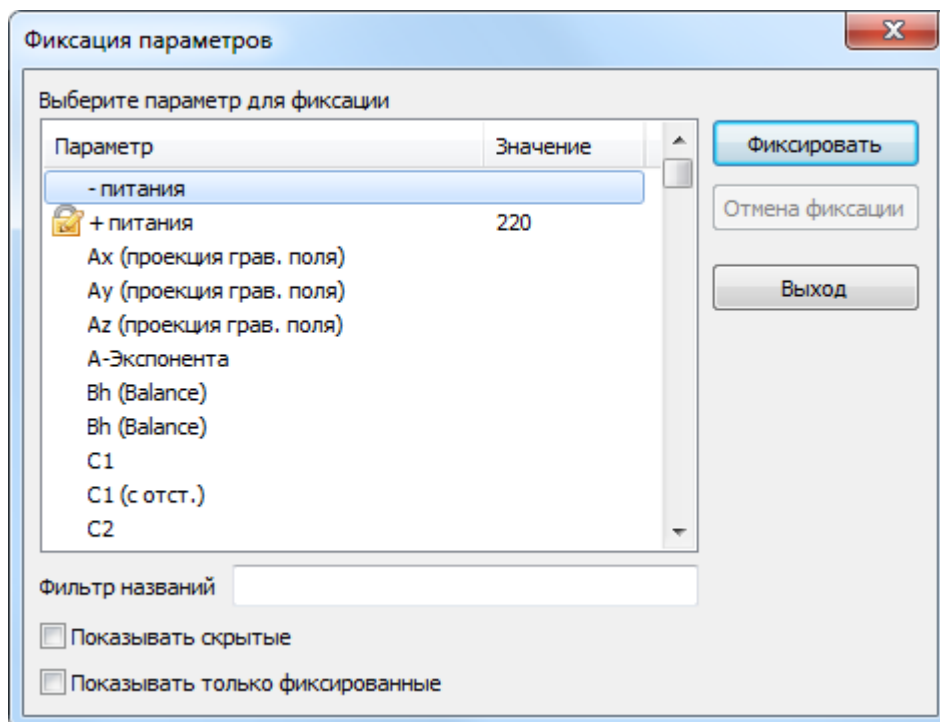

Рисунок 270. Фиксация параметров
- Выберите параметр в диалоге "Фиксация параметров" (Рис. 270) и нажмите кнопку **Отмена фиксации**.